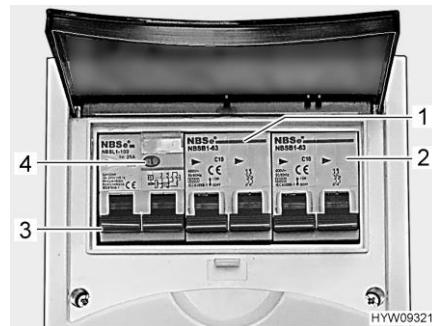

Fig. 105 Interruttore di sicurezza e interruttore automatico FI (scatola dei fusibili a 230 V)
Un interruttore di sicurezza per correnti di guasto (interruttore automatico FI) (Fig. 105,3) nella scatola dei fusibili protegge l'intero veicolo da correnti di guasto (30 mA).
L'interruttore di sicurezza collegato in serie (10 A) (Fig. 105,1) protegge le prese da 230 V, la centralina elettrica, il caricabatteria supplementare e il frigorifero.
Per veicoli con accessori opzionali, p. es. l'impianto di climatizzazione a tetto, un ulteriore interruttore di sicurezza (16 A) (Fig. 105,2) protegge l'apparecchio.
- Se il veicolo è collegato all'alimentazione a 230 V, premere il tasto di controllo (Fig. 105,4). L'interruttore di sicurezza per correnti di guasto (FI) deve scattare.